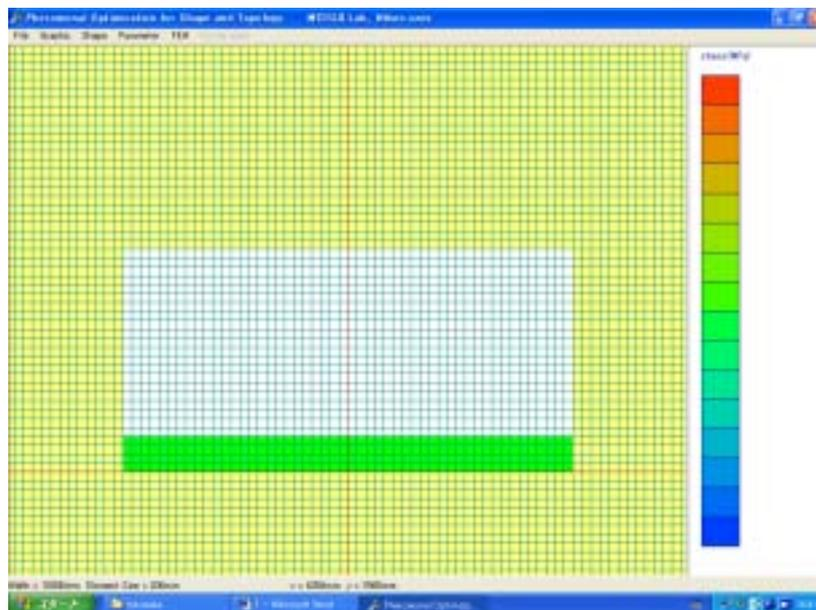

Fig.5
5. 次に、Shape メニュー内の Add Design Structural Elements を選択します。形状更新可能な構造要素を描くためにセルをクリックします。一つ目のセルと二つ目のセルを含む長方形領域が緑色に変わります。この操作を繰り返すことで様々な初期形状を設定できます。この例では、下から四行目までの部分を選択します。(Fig.5)